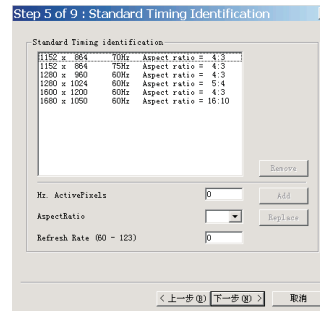

Fig. 39
4. Click Next, bring up Fig. 39.